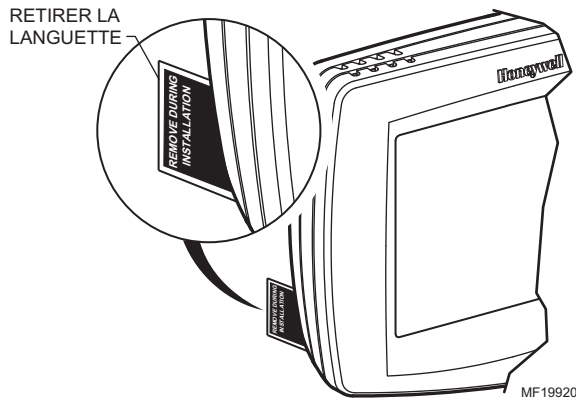

Fig. 23. Retirer la languette portant la mention «Remove» (retirer) au dos du thermostat.
- Repérer et retirer l'onglet portant la mention «Remove» (retirer) situé dans le coin inférieur gauche du dos du thermostat. Voir la Fig. 23.